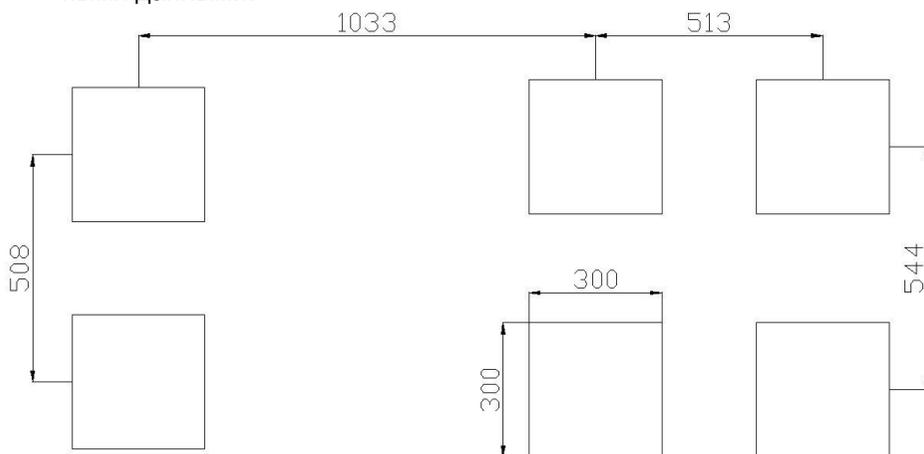

Рис. 1 Схема бетонирования
1. Подготовьте фундаментные ямы согласно схеме бетонирования (Рис.1) глубиной 400 мм.